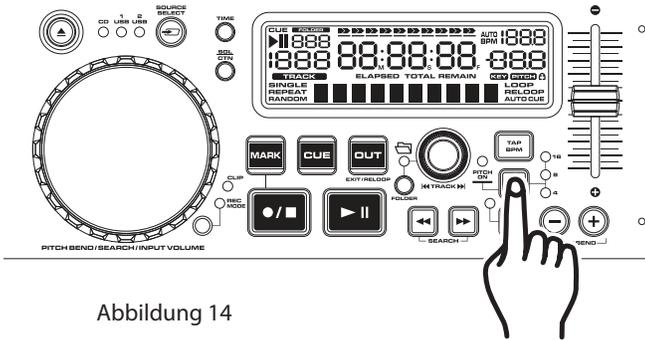

Abbildung 14
Gebrauch der Pitch-Prozent-Auswahl (11): Sie können den Pitch-Bereich jederzeit ändern. Wenn Sie den Pitch-Bereich ändern möchten, prüfen Sie zunächst, ob die Pitch-Funktion angeschaltet ist, siehe Abbildung 14. Der prozentuale Pitch-Bereich kann aus folgenden Werten gewählt werden: +/-4 %, +/-8 %, +/-16 %, und +/- 100 %. 4 % Pitch-Bereich erlauben die geringste, 100 % die größte Pitch-Manipulation. Um die verschiedenen Bereiche einzustellen, drücken Sie die PITCH ON/OFF-TASTE (11); drücken Sie dann solange auf die %-TASTE (11), bis Ihr gewünschter Wert eingestellt ist. Die LED der %-TASTE (11) leuchtet bei einer Einstellung von 4 % rot, bei 8 % gelb und bei 16 % bernsteinfarbene; bei einer Einstellung von 100 % leuchten alle LEDs.